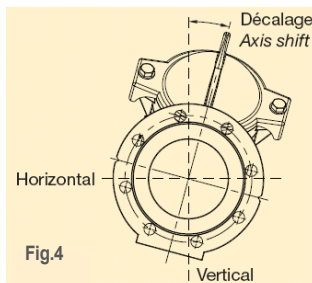

Fig.4
- Pour DN > 250 : montage hors axe avec décalage possible afin de diminuer les coups de bélier lors de la descente de la boule. Fig.4
- For the ball check valves DN >250: possibility to install on shifted axis in order to decrease the water hammer effect when the ball descends. Fig.4
- Para DN > 250: montaje fuera del eje con desplazamiento posible para disminuir los golpes de ariete durante el descenso de la bola. Fig.4
- Для Ду > 250, возможен несоосный монтаж для уменьшения гидравлических ударов при опускании шара. Fig. 4
- Bei kugelhähnen von DN>250 mögliche montage mit achsverschiebung, um Wasserschläge zum zeitpunkt des herablassens der kugel zu verringern. Fig.4
- Voor DN > 250 : montage buiten as met afwijking mogelijk om de drukstoten te verminderen wanneer de kogel naar beneden gaat. Fig.4
- Para >DN250: montagem fora do eixo com deslocamento possível para reduzir o golpe de ariete quando a esfera desce - Fig.4